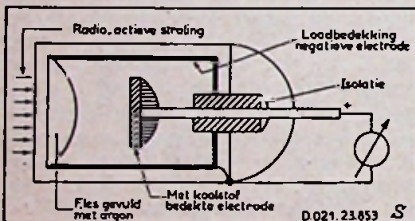

Fig. 1. Principe van een meetapparaat door de firma Ohmart & Co. te Ohio. Het is mogelijk om een elektrische stroom op te wekken met een radio-actieve stof.
**Antwoord.** Daar deze vraag door verscheidene lezers is gesteld, doen we het antwoord in de lezerspost verschijnen met excuses voor het lange wachten. Het gebruikte spoelblok heeft een terugkoppelwinding, die naast de anodewinding is gewonden. In de oorspronkelijke schakeling, zoals deze werd gebruikt voor het blok grootte en het aantal windingen van in het leger, zie fig. 1, werden beide windingen gebruikt in de zgn. T.P.T.G.
doende. U dient echter te bedenken, dat de contacten van het relais de vrij zware stroom dienen te kunnen verdragen. Het is misschien dan mogelijk om een tweede relais met zware contacten te schakelen met het relais, dat we tekenden in fig. 1.
In het Januari nummer 1952 van "Electronics" wordt een apparaatje beschreven, dat gebruikt wordt voor het meten van radio-actieve stralen en nog enkele andere metingen. Dit instrument werkt op het volgende principe. Het is een met gas gevulde glazen fles, waarin twee electroden van verschillend materiaal zijn aangebracht, zie fig. 1. Wanneer nu het gas wordt blootgesteld aan een radio-actief preparaat, dan ioniseert het gas. (Ionisatie betekent, dat van een atoom een deeltje, meestal een electron, is verwijderd, zodat de atoomrest een bepaalde lading bezit). Nu blijkt, dat de electronen, die door de straling zijn losgeslagen, zich begeven naar het loodbekleedsel en de ionen naar de met koolstof bedekte electrode. Bij aansluiting van een meter is er een elektrische stroom te constateren. Nu is deze energiebron slechts geschikt voor zeer kleine energieën. Voor de levering van 100 Watt aan een gloeilamp zal men een vat van ongeveer een kubieke meter nodig zijn! Deze batterij, hoewel flink van afmetingen, kan bij het gebruik van een juist radio-